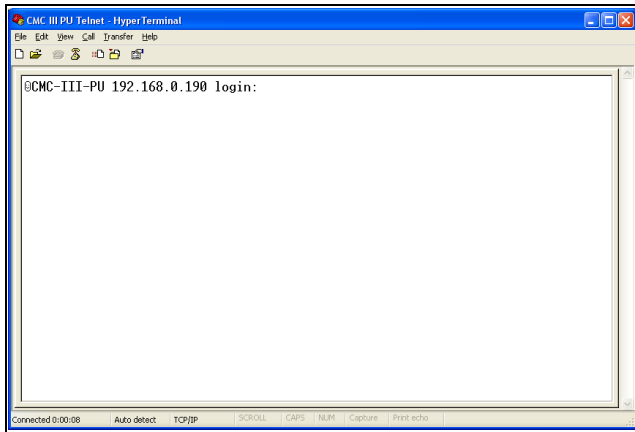

Imagen 16: Pantalla de inicio
- Pulse una vez la tecla «Return» para mostrar la pantalla de inicio. Esta es la misma que la pantalla de inicio de una conexión Telnet (imagen 16).